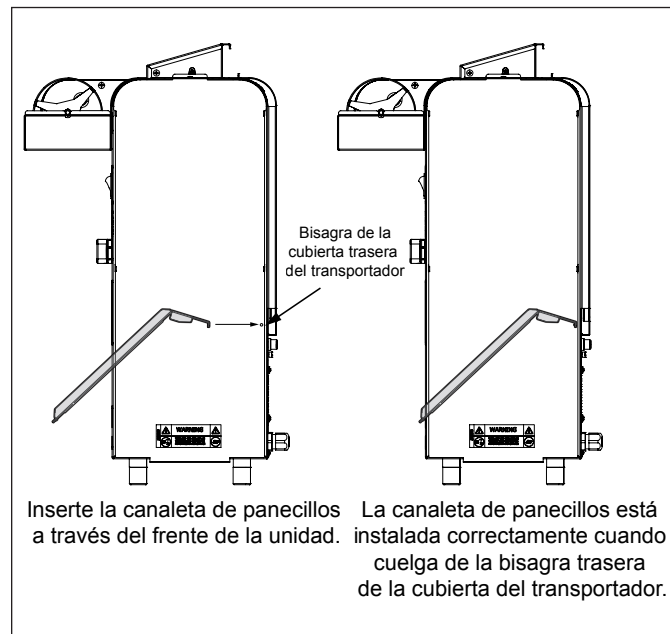

Figura 1. Instalación de la canaleta de panecillos
2. Inserte la canaleta de panecillos a través de la parte frontal de la unidad de acuerdo con la Figura 1.
3. Cuelgue la parte posterior de la canaleta de panecillos en la bisagra posterior de la cubierta del transportador. Cuando estén instalados correctamente, los soportes de la canaleta de panecillos estarán alineados contra la parte frontal de la unidad (Figura 1).